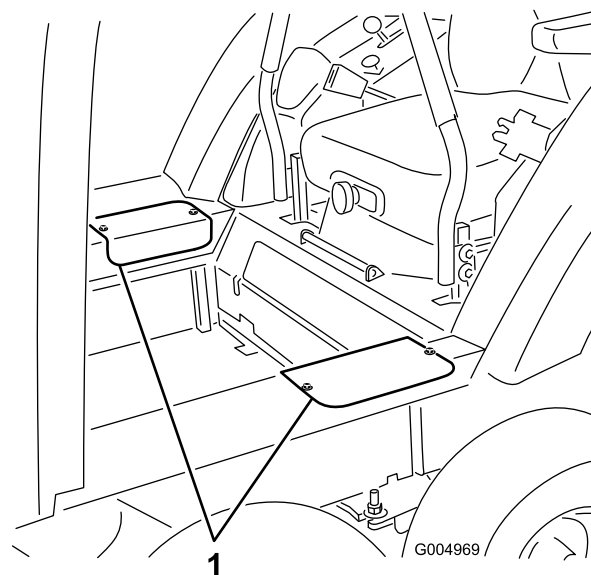

Figura 55
27. Coloque as coberturas de acesso lateral com os parafusos anteriormente retirados (Figura 55).